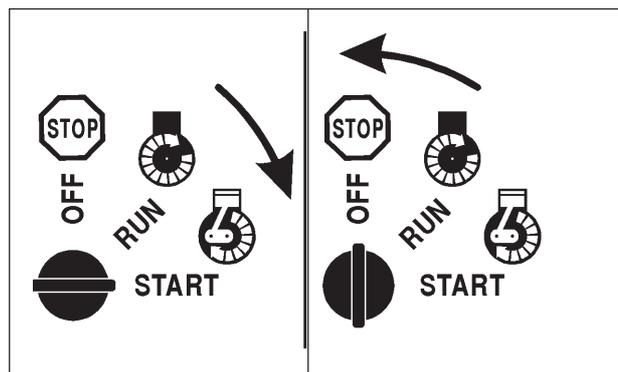

Fig. 18
6. Gire la llave de encendido a la posición START (Fig. 18), suéltela inmediatamente cuando arranque el motor (Fig. 18). La activación repetida del encendido, durante más de 15 segundos/minuto, puede ocasionar el recalentamiento del arranque. Después de haber intentado arrancar durante más de 15 segundos, deje que el arranque se enfríe durante 2 minutos.
Las luces se prenden con el interruptor (Fig. 11, c) si la llave está en la posición ( ) (Fig. 18).